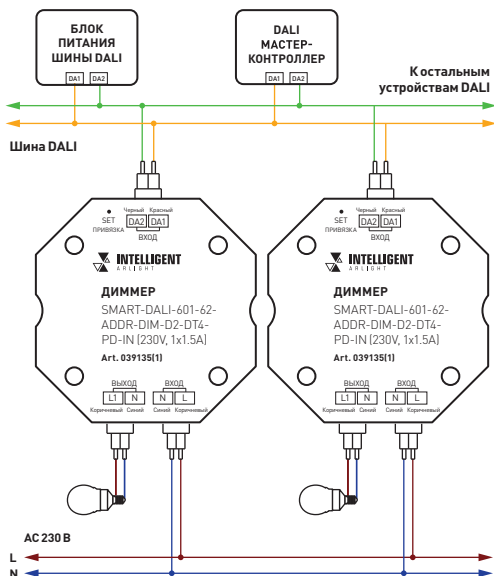
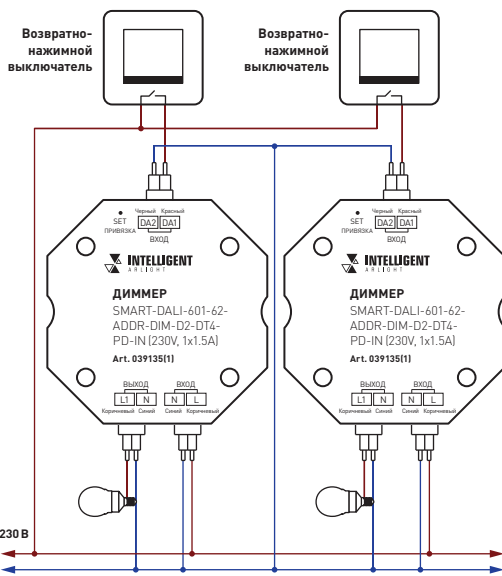

Рис. 2. Схема подключения диммера при управлении DALI
Рис. 3. Схема подключения диммера при управлении PUSH DIM
3.2. Подключите диммер в соответствии со схемами на рис. 2 и рис. 3.